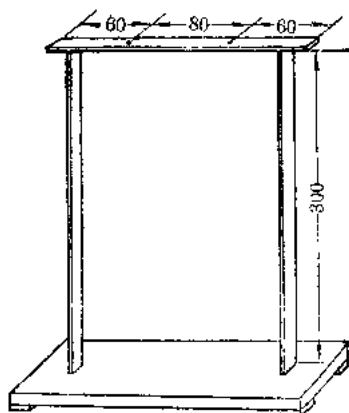

图 2
2. 照图 2 中的尺寸，用碎木钉一个支架，要求非常稳定。并在横梁上按图示尺寸钻两个小孔。